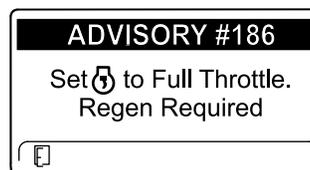

Figure 50
**Remarque:** Si la température d'échappement du moteur est trop basse, l'InfoCenter affiche ADVISORY #186 (avis n° 186) (Figure 50) pour vous informer de régler le régime moteur à pleins gaz.